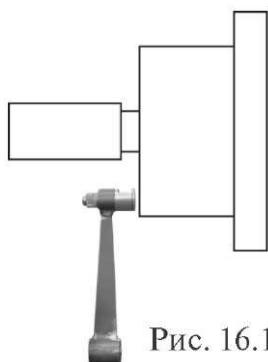

Рис. 16.1
21.1.1. Калибровка тракта измерения дистанции. Для оценки погрешности устройства ввода дистанции выдвиньте штангу ввода параметров и уприте рукоятку в задний торец фланца вала, как показано на рис. 16.1. При этом на экране ввода геометрических параметров (см. рис.10.2) появится величина дистанции. Если величина дистанции не равна 117 ± 5 мм, то устройство ввода дистанции требует калибровки.
Нажмите кнопку «MENU», в открывшемся окне MENU выберите пункт 7 «Далее», нажав кнопку 7 в верхнем ряду клавиатуры. Откроется вторая страница окна MENU (см. рис.16.1). Выберите пункт 3 «Тест», нажав кнопку 3 в верхнем ряду клавиатуры. Откроется окно ТЕСТ (рис.21.1).